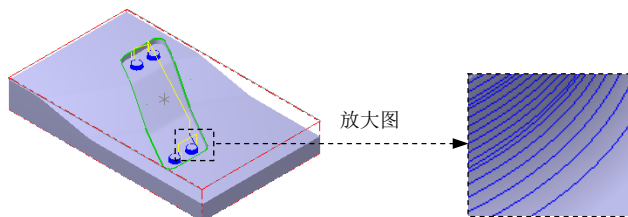

图 14.30 刀具路径
(1) 在“曲面精加工等高外形”对话框中单击 **等高外形精加工参数** 选项卡，在 **Z 轴最大进给量** 文本框中输入值 0.25，在 **整体误差 (T)** 文本框中输入值 0.005。
(2) 在 **两区段间的路径过渡方式** 区域选中 **斜插** 单选项以及“曲面残料粗加工”对话框中左下方的 **✓ 切削顺序最佳化** 复选框，其他参数采用系统默认设置值。
Step9. 单击“曲面精加工等高外形”对话框中的 **✓** 按钮，完成加工参数的设置，此时系统将自动生成图 14.30 所示的刀具路径。